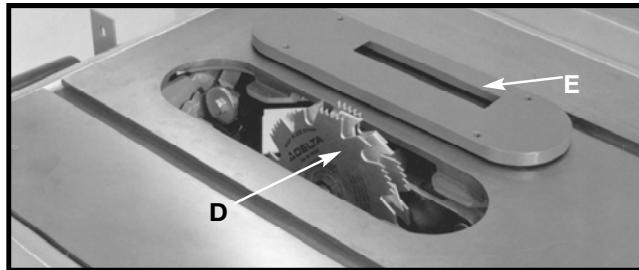

Fig. 55
2. Fixer l'ensemble à rainurer (D) fig. 55, sur l'arbre de la scie.
**⚠ ATTENTION** L'INSERT DE TABLE POUR L'ENSEMBLE À RAINURER ACCESSOIRE (E) FIG. 55, DOIT ÊTRE UTILISÉ AU LIEU DE L'INSERT DE TABLE STANDARD.